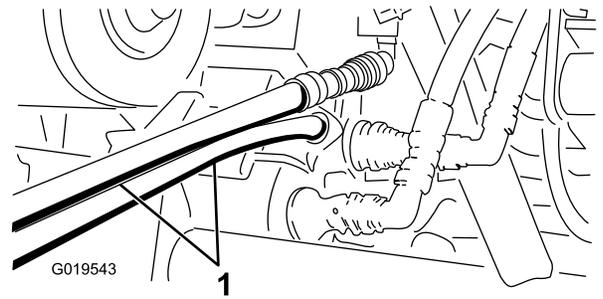

図 77
- 救援側のワークマンのカップラ・ブラケットのにまだついているカップラに、救援用ホースを接続する（上のホースは上のカップラに、下のホースは下のカップラに接続する（図 77）。使用しないフィッティングにはキャップをかぶせておく。